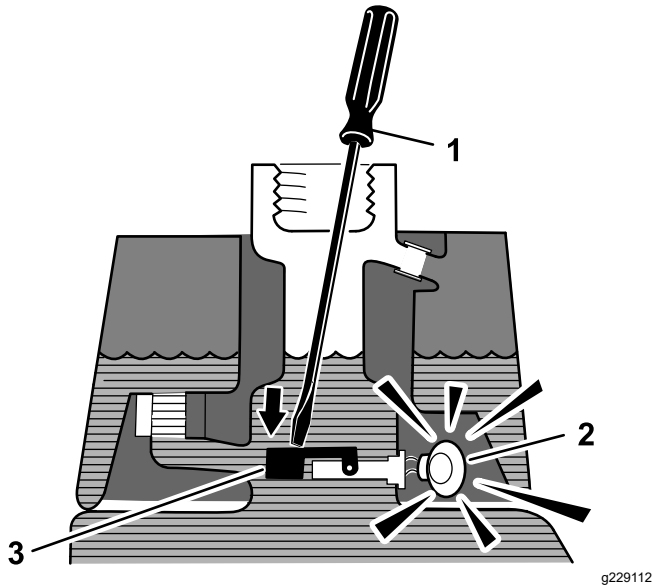

Figure 51
3. Introduisez une tige ou un tournevis propre dans le goulot du réservoir et enfoncez doucement le contacteur à flotteur (Figure 51) ; l'alarme devrait se déclencher au bout d'une seconde.